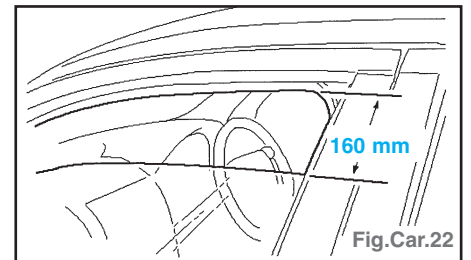

Fig.Car.22
- Abaisser la vitre à la position illustrée (permet d'aligner les vis de serrage de vitre avec les trous d'accès) (Fig.Car.22).